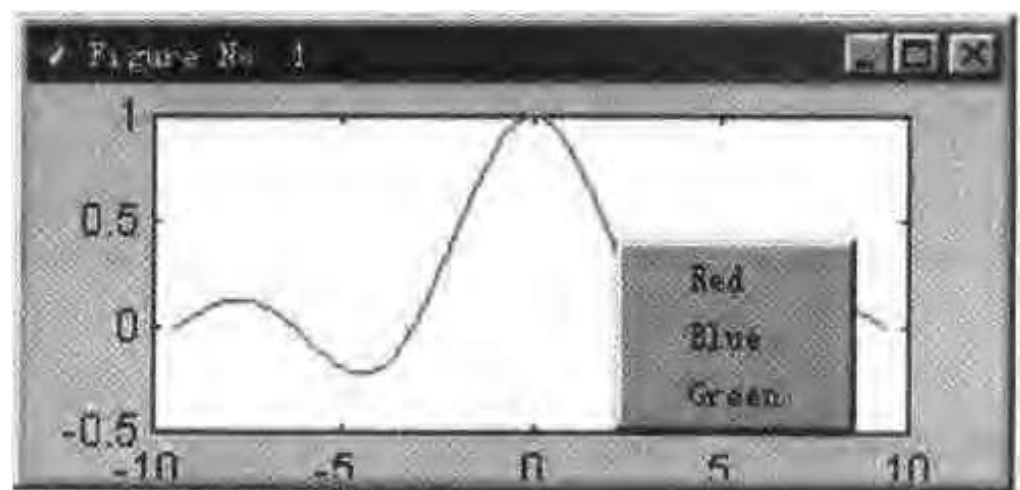

图 3-18 Context 菜单
(2) 在指令窗中运行文件 exm1134\_1.m, 得到图 3-18 所示的(但为蓝色的)Sa 曲线。
(3) 将鼠标指针指向线条, 点击鼠标右键的同时弹出现场菜单, 在选中某菜单项(如 Red)后, Sa 曲线就改变(为红)颜色(如图 3-18 所示)。